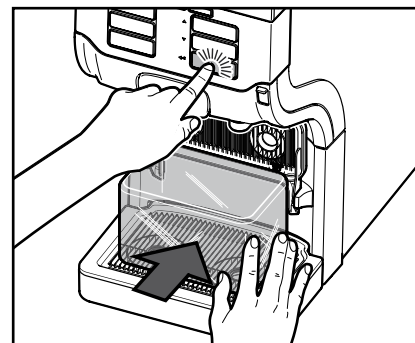

Bild 47
5. Ställ sköljbehållaren under båda produktutloppen och tryck på Enter ↵ (bild 47).